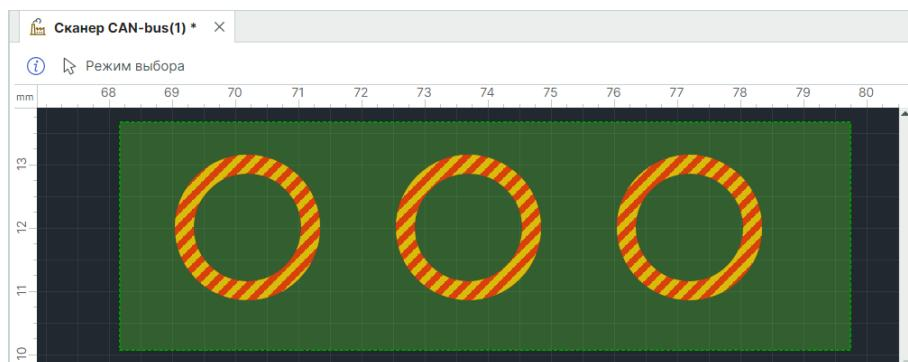

Рис. 280 Групповой выбор объектов областью с помощью инструмента «Выбрать»
- С помощью инструмента «Выбрать», удерживая левую кнопку мыши, расположите прямоугольную область выделения, поместив в нее объекты, которые необходимо выбрать, см. Рис. 280.